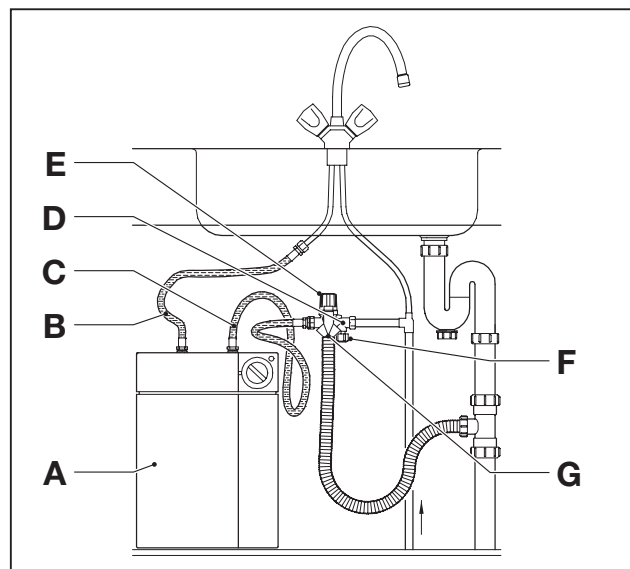

Fig. 2.1 Fonctionnement du système sous pression
Système sous pression (fig. 2.1)
- Fermez le robinet d'arrêt de la groupe de sécurité (fig. 2.1).
Contrôlez régulièrement que la valve de décharge (**fig. 2.1**) évacue sans problèmes l'eau d'expansion hors du chauffe-eau. Activez régulièrement la valve de décharge afin d'éviter la formation de tartre.